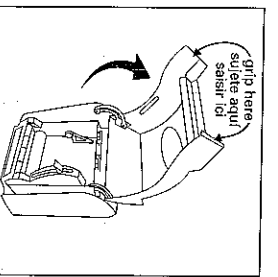

Fig. 3
2. Grip the cover in the areas indicated in Figure 3 and proceed to rotate the cover to its fully opened position where the detents lock into position.
2. Saisir le couvercle aux endroits indiqués sur la figure 3 et l'ouvrir complètement jusqu'à ce que la goupille de retenue soit en place.